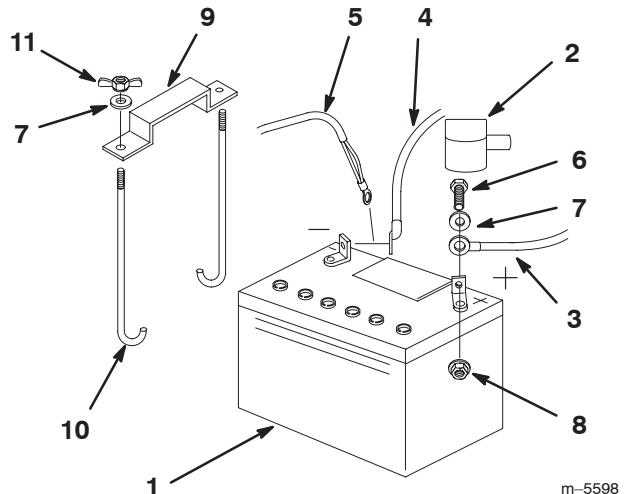

Figure 62
1. Placez la batterie dans son support en tournant les bornes vers le moteur (Fig. 62).
4. Fixez les câbles à l'aide de 2 boulons (1/4 x 3/4 pouce), 2 rondelles (1/4 pouce) et 2 contre-écrous (1/4 pouce) (Fig. 62).
6. Fixez la batterie en position avec des boulons en J, une barrette de maintien, 2 rondelles (1/4 pouce) et 2 écrous papillons (1/4 pouce) (Fig. 62).
4. Débranchez d'abord le câble négatif et le câble de masse de la borne négative (-) de la batterie (Fig. 62).
6. Débranchez le câble positif (rouge) de la batterie (Fig. 62).
7. Retirez les deux écrous papillons (1/4 pouce) de fixation de la barrette de maintien de la batterie (Fig. 62).